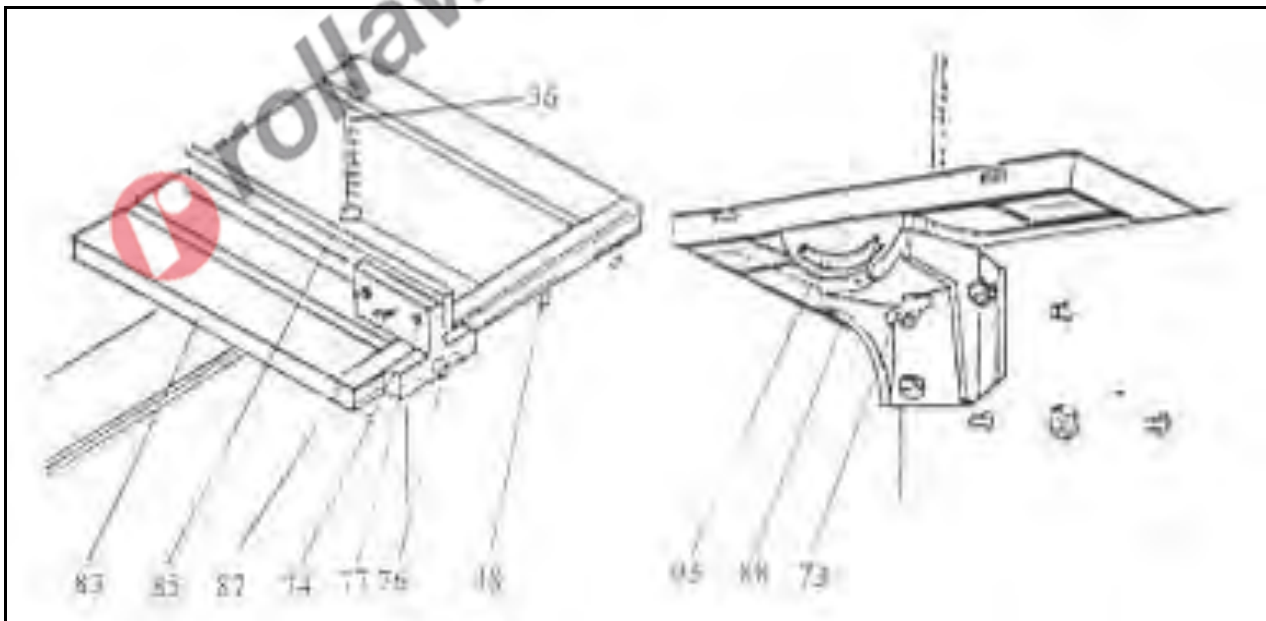

Figura 18 – Montaggio della tavola di lavoro.
Fissate il particolare (85 in Figura 18) al centro della tavola. Unite la guida laterale (87) alla tavola usando i quattro bulloni a galletto (48). Inserite il bullone a testa quadrata (76) con la guida (75) nella guida laterale. Fissate la guida superiore (79) con rondelle e galletto. Mettete la guida superiore sul lato destro della sega.
Regolazione della inclinazione della tavola (Figura 18):